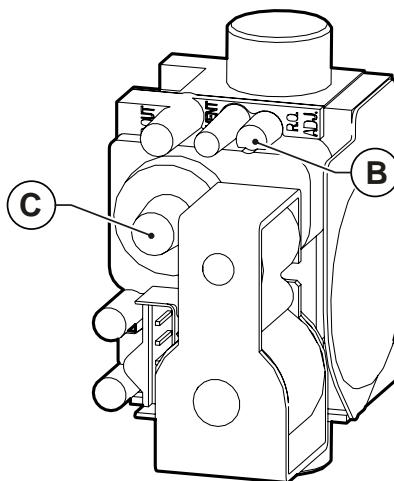

Рис. 36 Регулировка уровня содержания углекислого газа KR 45 - KR 60
- Отрегулировать уровень содержания углекислого газа (CO2) в дымовых газах с помощью соответствующего регулятора **B** (смотри Рис. 36 Регулировка уровня содержания углекислого газа KR 45 - KR 60и удостовериться, что его величина находится в пределах, указанных в Табл. 1 Тарировочные данные KR 45 и Табл. 2 Тарировочные данные KR 60.
- Отрегулировать уровень содержания углекислого газа (CO2) в дымовых газах, вращая регулятор «offset» **C** (смотри Рис. 36 Регулировка уровня содержания углекислого газа KR 45 - KR 60и удостовериться, что его величина находится в пределах, указанных в Табл. 1 Тарировочные данные KR 45 и Табл. 2 Тарировочные данные KR 60.